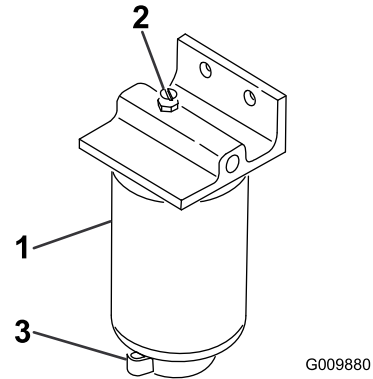

図 54
2. フィルタ容器 (図 54) 下部のドレンプラグをゆるめて水や異物を流し出す。
1. フィルタ容器(図 54)の周辺をウェスできれいにぬぐう。